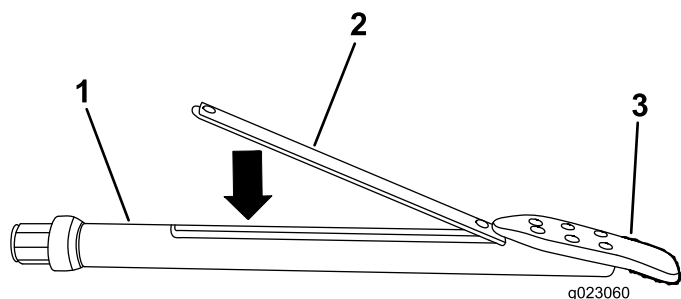

Figura 51
3. Introduzca la sonda transmisora en el portasonda con el extremo delantero hacia la broca (Figura 51).